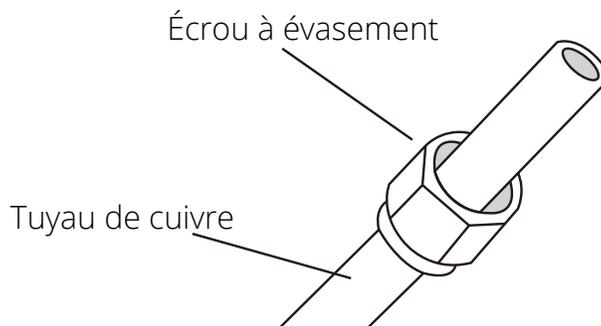

Fig. 2.11
3. Retirez la vanne de fermeture de l'unité extérieure et retirez l'écrou évasé du sac des accessoires de l'unité intérieure. Placez l'écrou évasé sur le tuyau - voir Fig 2.11.